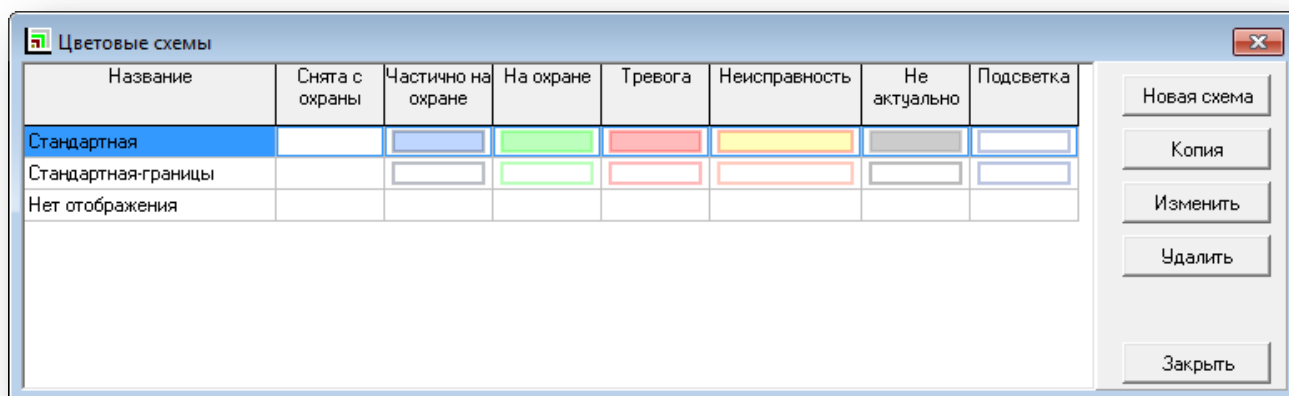

Рисунок 4.8
- Кнопка «Новая схема» (Рисунок 4.8) предназначена для создания новой цветовой схемы. Новая схема создается как шаблон на основе стандартной цветовой схемы.
- По нажатию кнопки «Копия» (Рисунок 4.8) создается новая цветовая схема, при этом она будет копировать состояние той схемы, которая была перед этим выделена.